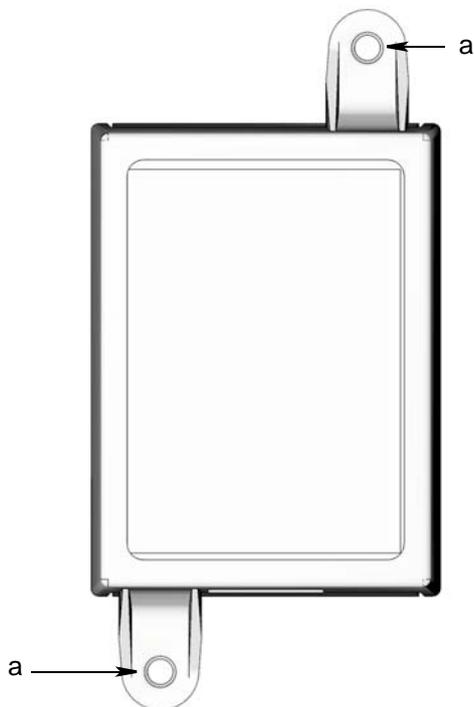

ABB. 3
2. Den Verteilerkasten auf die vorgebohrten Löcher (ABB. 3, (a)) ausrichten. Den Verteilerkasten mit zwei Schrauben (nicht mitgeliefert) an der Montagefläche befestigen.